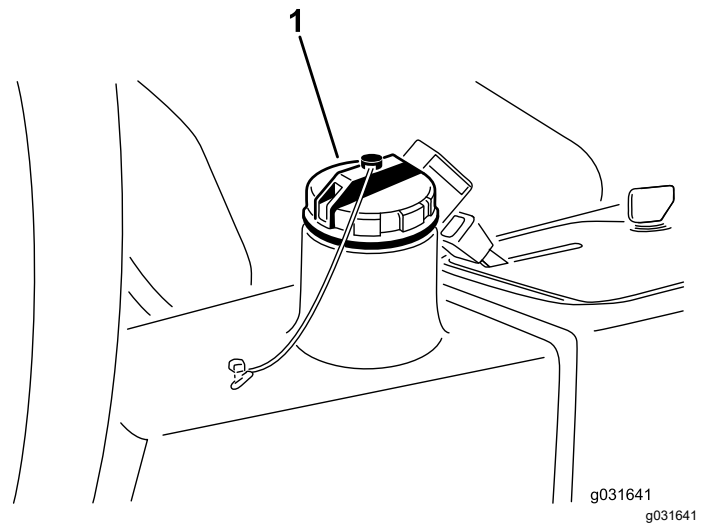

Figure 63
2. Nettoyez la surface autour du goulot de remplissage et du bouchon du réservoir hydraulique. (Figure 63)
3. Retirez le bouchon du réservoir hydraulique (Figure 63).